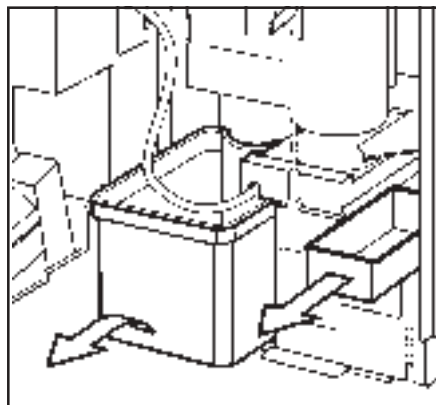

Fig. 10: Het uitnemen van de afvalbakken
2. Verwijder en reinig de afvalbak en het wisserbakje (zie fig. 10).